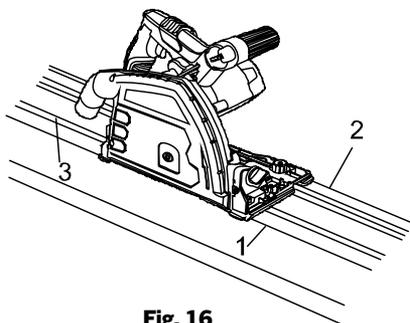

Fig. 16
6. Placez la scie sur le guide de rail, le couvercle arrière de la scie près des marques d'alignement (2), la lame près de la ligne de coupe (1). Le rail comporte deux bandes à faible frottement (3) pour permettre un mouvement en douceur de la scie le long du rail (Fig. 16).